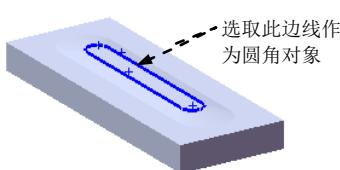

图 17.10.19 定义圆角 1 参照
(3) 选择引导线。本例中使用系统默认的引导线。
(4) 单击“放样”对话框中的 \checkmark 按钮, 完成放样 1 的创建。
Step7. 创建圆角 1。要圆角的对象为图 17.10.19 所示的边线, 圆角半径为 10.0。